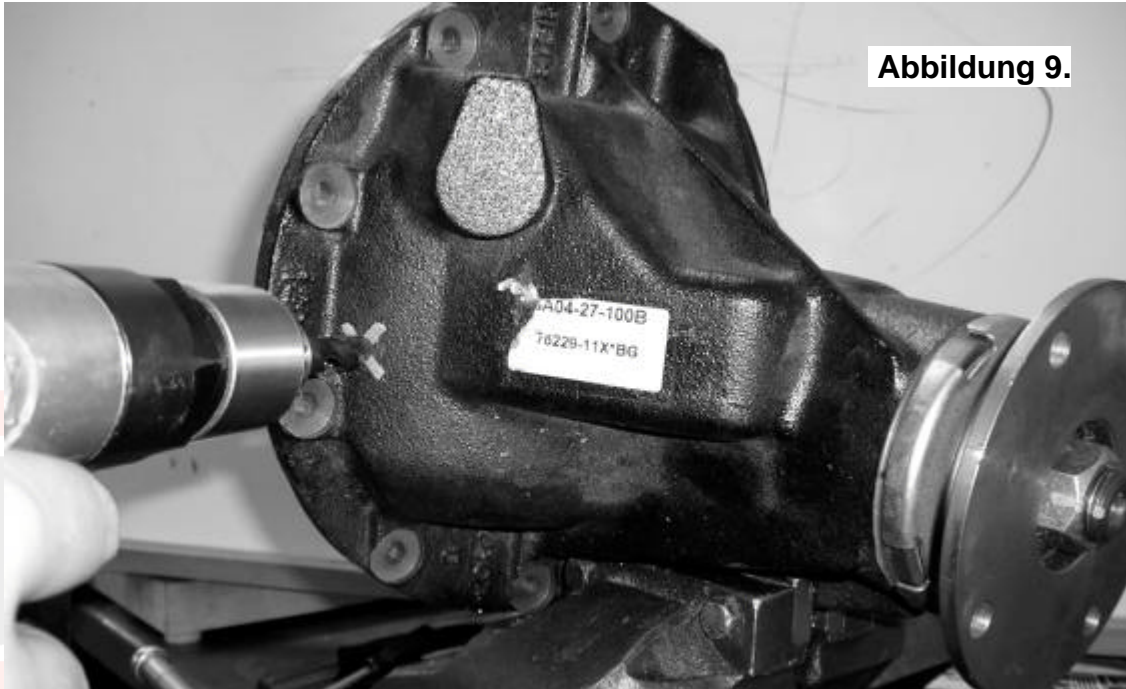

Abbildung 9.
- Bohren Sie mit einem 11.2mm [7/16"] Bohrer von innen ein Loch durch das Differentialgehäuse (Abb. 9).